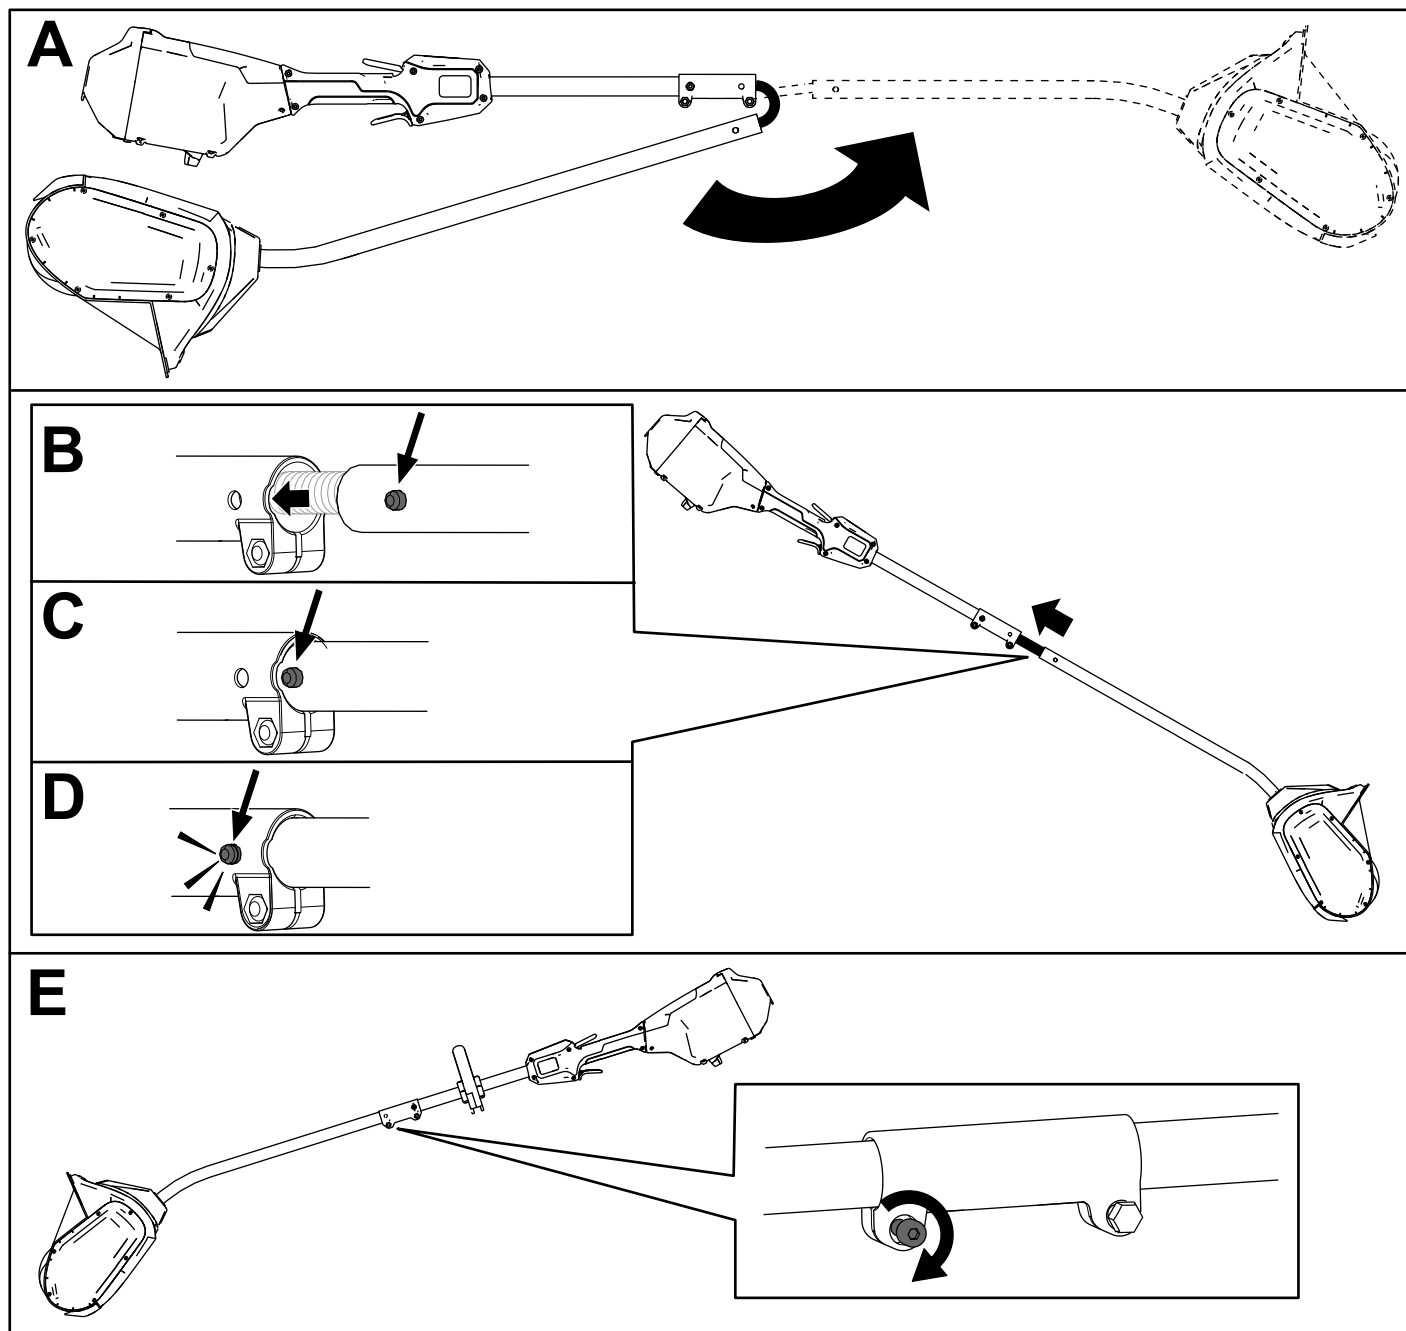

Figura 4
1. Despliegue el manillar (A de Figura 4).
2. Alinee el botón de bloqueo del eje inferior con el orificio ranurado del eje superior y deslice los 2 ejes juntos (B y C de Figura 4).
Nota: El botón de bloqueo hace clic en el orificio ranurado cuando los ejes están asegurados (D de Figura 4).
3. Con la llave Allen suministrada, apriete el tornillo en el conector del eje hasta que esté seguro (E de Figura 4).